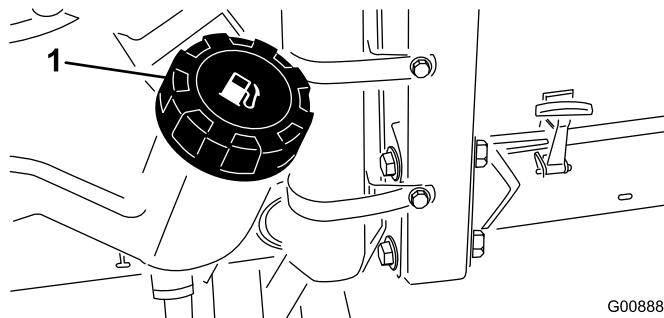

Рисунок 28
2. Очистите поверхность вокруг крышки топливного бака (Рисунок 28).